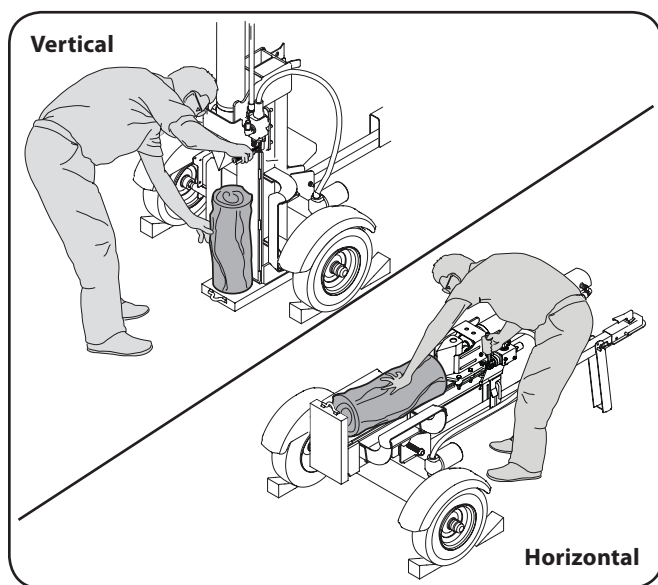

Figura 2-1
6. Siempre opere la máquina desde la(s) zona(s) del operador que se especifican en el manual. Vea la Figura 2-1.
- a. Posición horizontal de funcionamiento: Párese del lado de la palanca de control de la máquina rompetroncos y estabilice el tronco como se indica, si es necesario. Vea la Figura 2-1.
- b. Posición vertical de funcionamiento: Párese delante de la máquina rompetroncos y estabilice el tronco como se indica, si es necesario. Vea la Figura 2-1.